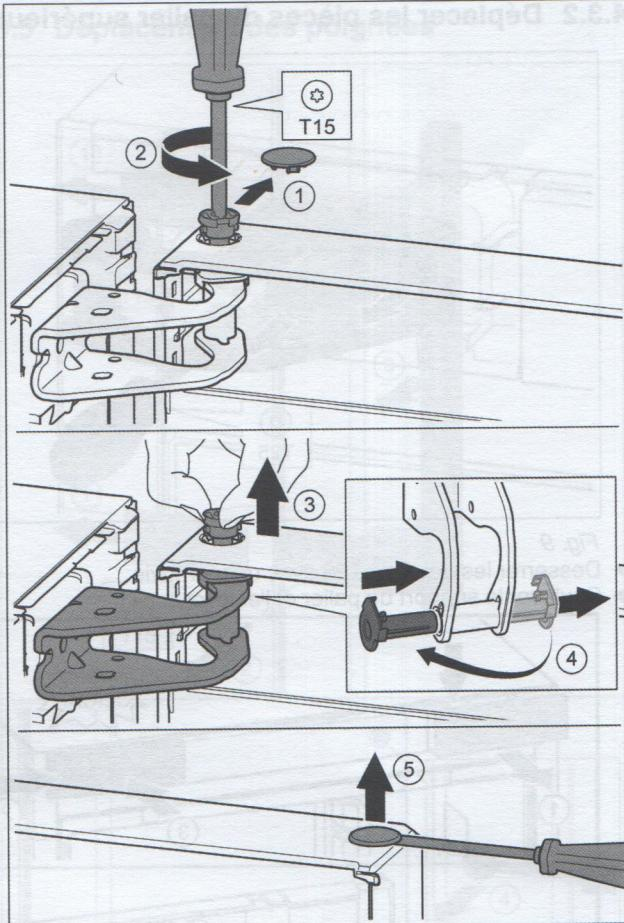

Fig. 8
- Enlever délicatement le cache de sécurité. Fig. 8(1)
- Dévisser légèrement le boulon avec un tournevis T15. Fig. 8(2)
- Tenir fermement la porte et sortir le boulon avec les doigts. Fig. 8(3)
- Tirer la douille de palier en dehors du guide. La mettre de l'autre côté et l'enclencher. Fig. 8(4)